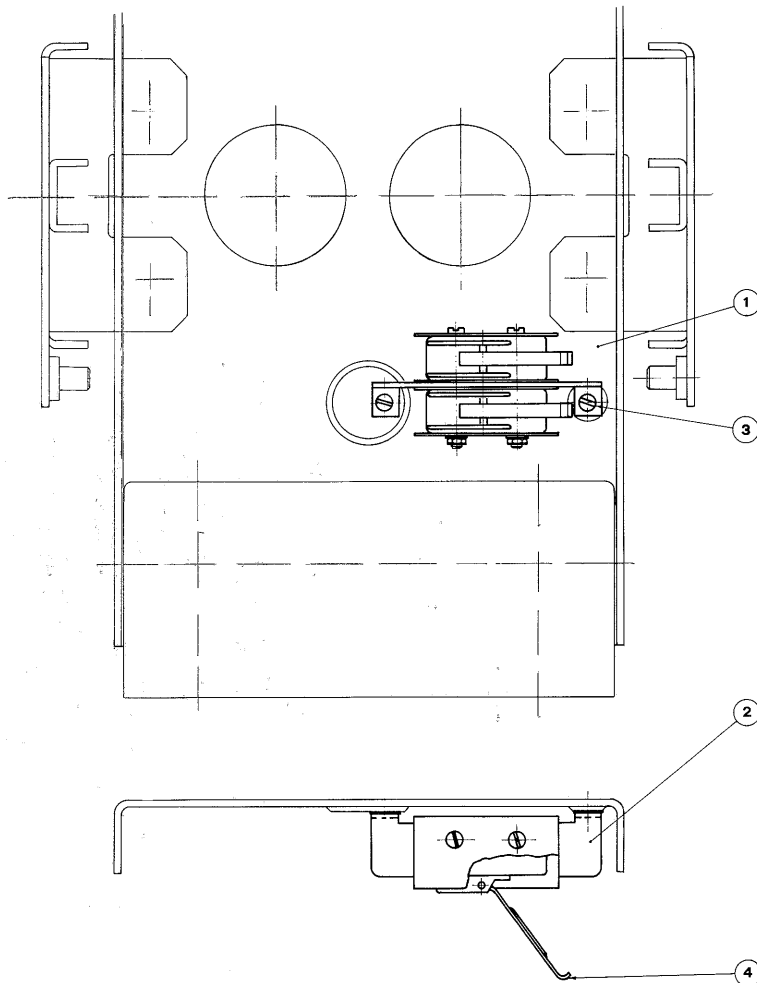

Fig. 19
9.5. **Commutatori di segnalazione di interruttore "sezionato"** max 2 commutatori solo per interruttori in esecuzione sezionabile (fig. 19)
- a - estrarre l'interruttore dalla parte fissa (1)
- b - collegare i cavetti ai morsetti del commutatore (2)
- c - fissare i commutatori sul lato destro (come indicato in fig. 19) della parte fissa mediante le viti (3) con rondella
- e - se il funzionamento non è regolare, piegare, a seconda delle necessità, la levetta (4).
9.5. **Auxiliary switches for breaker isolated indication** max 2 switches only for draw-out breakers (fig. 19)
- a - draw the breaker out of the stationary portion (1)
- b - connect the cables to the switch (2)
- c - secure the switches to the right side (as indicated in figure (19) of the stationary portion with screws (3) and washer
- e - should the performance not be correct, bend suitably lever (4).